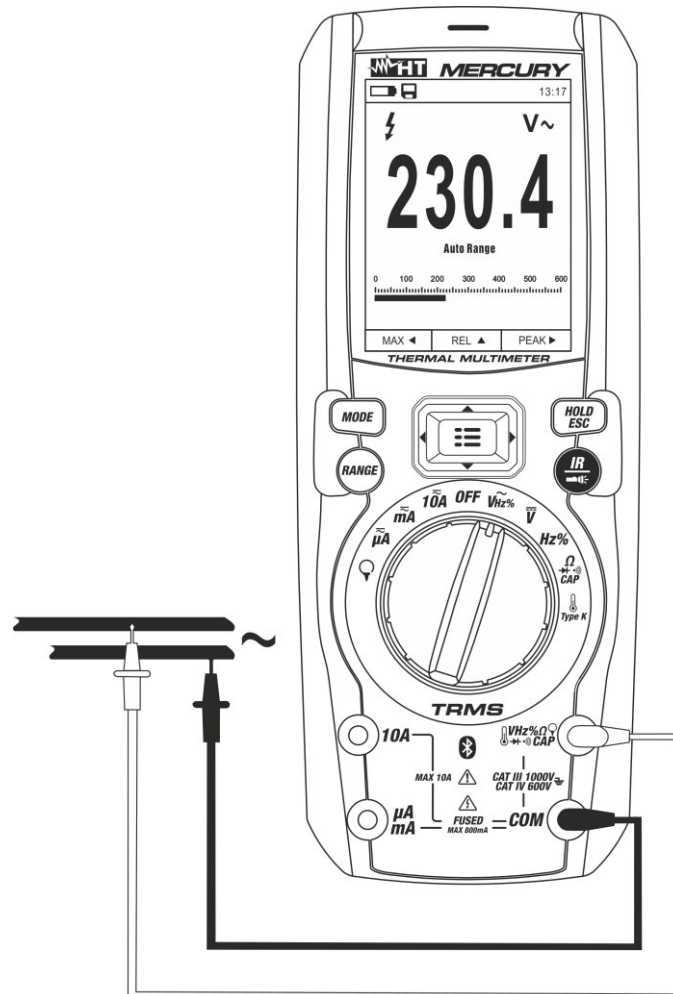

Abb. 22: Verwendung des Gerätes für Wechselspannungsmessung
3. Verbinden Sie die rote Messleitung und die schwarze Messleitung mit den gewünschten Messpunkten des zu messenden Kreises (siehe Abb. 22). Der Spannungswert erscheint auf dem Display.